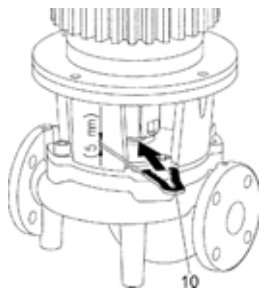

Fig. 18: Fourche de montage pour les travaux de réglage
Pour tous les travaux de montage, l'utilisation de la fourche de montage (Fig. 18, pos. 10) est nécessaire pour le réglage de la position correcte de la roue à l'intérieur du corps de pompe !